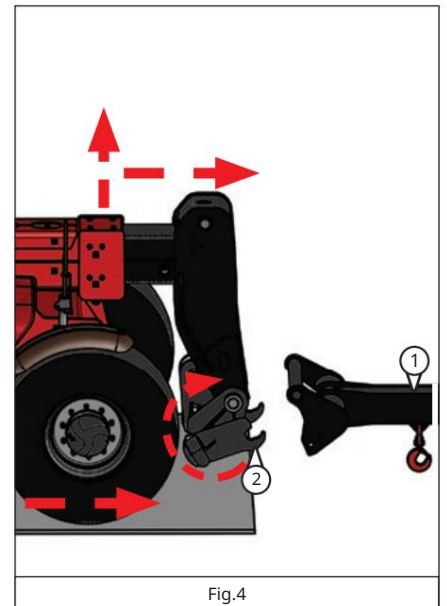

Fig.4
- Verificați dacă brațul (Fig.4, punctul 1) se află într-o poziție care facilitează conectarea cuplajului cu eliberare rapidă (Fig. 4, punctul 2).
- Poziționați stivuitoarea cu brațul coborât complet în față și paralel cu atașamentul și înclinați cuplajul cu eliberare rapidă înainte (Fig.4, punctul 2).
- Aduceți cuplajul cu eliberare rapidă sub tubul de legătură al brațului, ridicând și extinzând (dacă este necesar) brațul ușor (Fig.4).